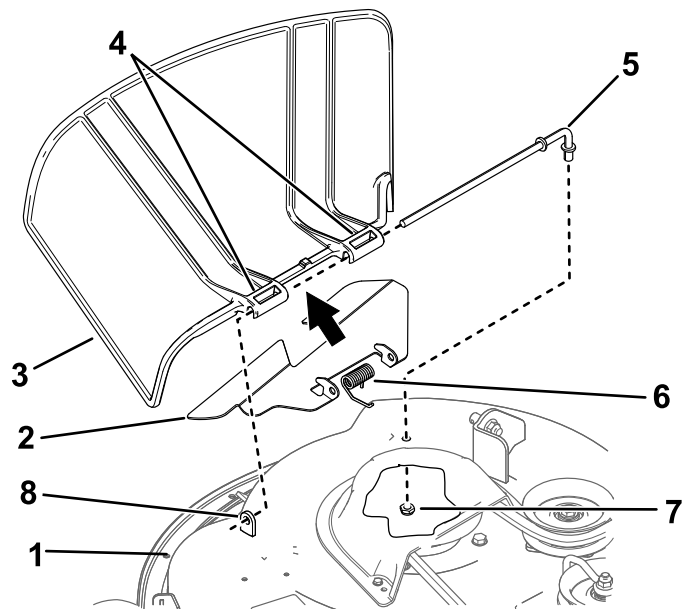

Bild 74
1. Nehmen Sie die Mutter (3/8") aus der Stange unter dem Mähwerk ab (Bild 74).
2. Schieben Sie die Stange aus dem kurzen Vorsprung, der Feder und Drehzapfen (Bild 74).
4. Montieren Sie das neue Ablenklech (Bild 74).
7. Schieben Sie die Stange durch den zweiten Drehzapfen am Grasablenklech (Bild 74).
9. Befestigen Sie das hintere Stangenende mit einer Mutter (3/8") am Mähwerk, wie in Bild 74 abgebildet.